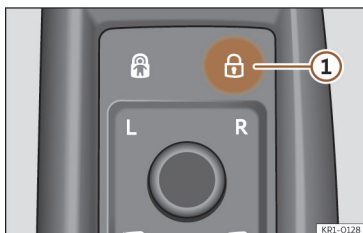

Fig. 71 Na porta do condutor: botão do fecho centralizado.
- Trancar: pressione o botão >>> **Fig. 71**.
- Destrancar: pressione outra vez o botão >>> **Fig. 71**.